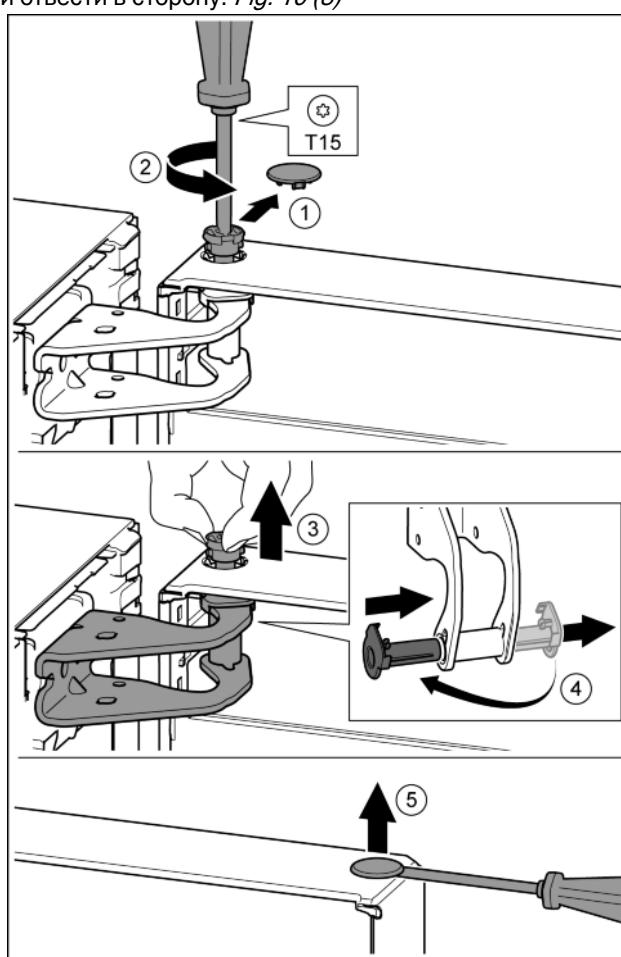

Fig. 11
- Осторожно снять предохранительную крышку. *Fig. 11 (1)*
- Немного выкрутить палец отверткой T15. *Fig. 11 (2)*
- Удерживать дверь и вытянуть палец рукой. *Fig. 11 (3)*
- Опорную втулку вывести из направляющей. Установить и зафиксировать с другой стороны. *Fig. 11 (4)*
- Осторожно приподнять шлицевой отверткой заглушку из опорной втулки двери и вынуть. *Fig. 11 (5)*